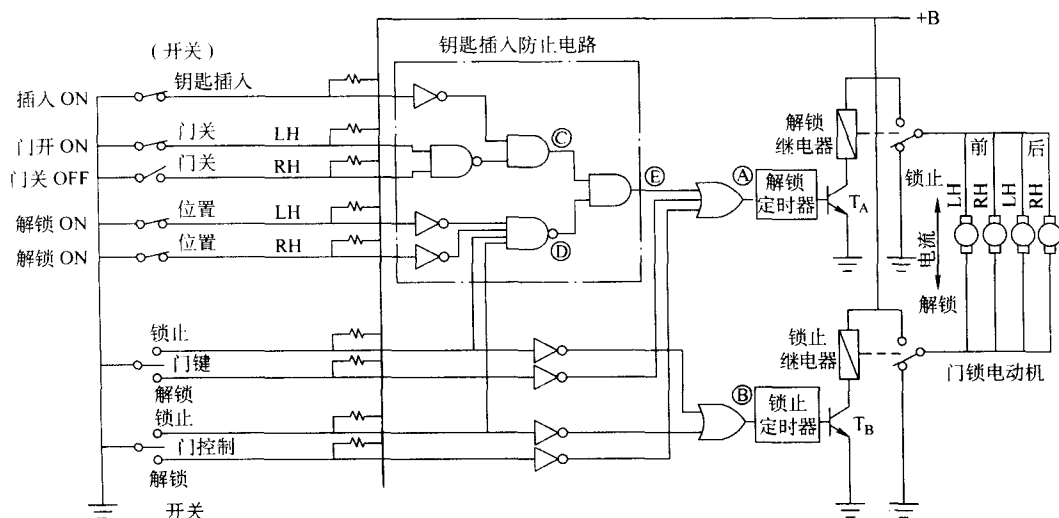

图 1-20 门锁控制系统的控制电路
(2) 闭/开锁动作。图 1-20 是门锁控制系统的控制电路图, 进行门锁电动机的正转、反转的交替控制。为避免电动机通电时间过长引起发热, 利用定时器限制通电时间。
利用门钥匙开关或门控制开关使触点位于开锁侧, 则向“或”门(A)输出“Hi”, 开锁定时器进行工作, 约 0.2s 晶体管  $T_A$  处于接通状态, 所有门锁电动机电流如图 1-20 中所示向下方向流动, 被开锁(处于脱开状态)。“和”门(E)的输出, 只要不把钥匙插入发动机钥匙筒中, 则处于“LO”位置, 所以与“或”门的输出无关。
由于门钥匙开关或门控制开关的作用, 进行闭锁操作, 则向“或”门(B)输出“Hi”, 锁闭定时器工作, 约 0.2s 晶体管  $T_B$  接通, 所有门锁电动机电流如图 1-20 所示向上方向流动, 处于闭锁状态。
(3) 防止钥匙锁闭。钥匙插入发动机钥匙锁芯而忘了拔出，门继续开着。当关门时，由于门锁按钮或门控制开关的操作作用，门锁机构处于上锁状态，所以门关闭（即使不使用钥匙，但主要是为了开锁方便）。
图 1-20 中的虚线部分是钥匙插入防止电路。当钥匙插入发动机钥匙锁芯没有拔出时，驾驶座或副驾驶座的门开着，“和”门 (C) 输出“Hi”，这时，操作门锁按钮，使门锁机构处于上锁状态，则位置开关处于断开，D 门输出“Hi”。此外，利用门控制开关即使操作上锁，开关的“LO”信号向 D 门输出，D 成为“Hi”。所以，从 E 门输出“Hi”，使解锁定时器工作电动机向开锁一侧驱动，使其不形成闭锁状态。这时，驾驶员必须注意把钥匙从发动机钥匙锁芯中拔出。